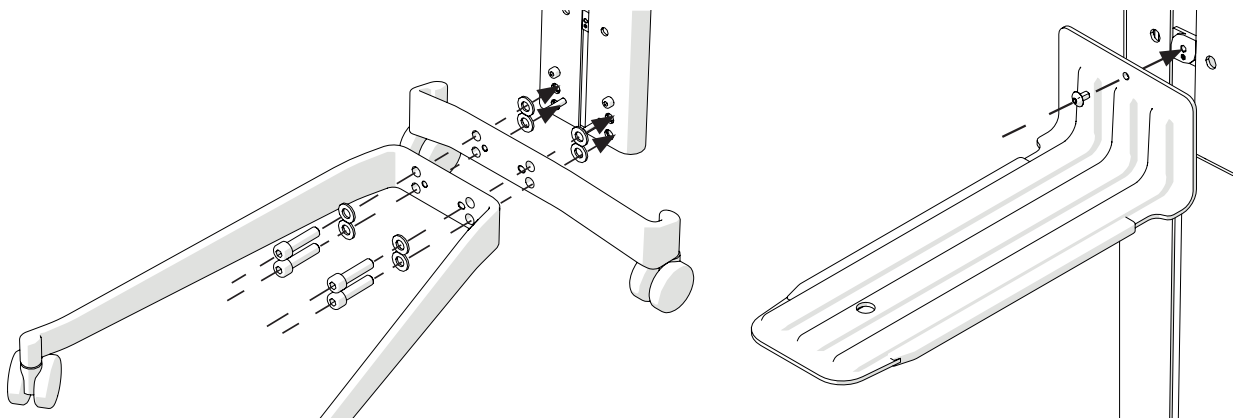

Fig. 3 Étapes de montage
3. Posez la tige profilée (pos. 1) du Caddy de bureau Workplace sur la surface préparée, trous taraudés vers le haut.
4. Posez le pied court (pos. 3) sur les 4 trous taraudés de la tige profilée (pos. 1).
5. Posez le pied long (pos. 2), de son côté court, sur le pied court, voir fig. 3
6. A l'aide de la plus grande clé Allen fournie (pos. 7), serrez les 4 rondelles ensemble avec les 4 vis M10 (pos. 5) pour relier les pieds.
9. Posez 1 équerre en métal (pos. 4) à l'endroit souhaité dans la partie inférieure de la tige profilée (pos.1). Les deux bossages au dos de l'équerre doivent s'emboîter dans les encoches situées sur la tige profilée.
10. Serrez 1 vis M6 (pos. 6) à l'aide de la petite clé Allen fournie (pos. 8).